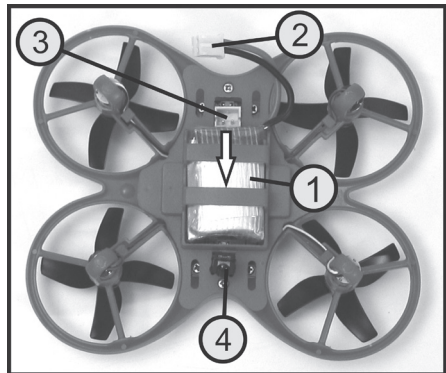

Figure 6
Branchez ensuite la fiche de l'accu de propulsion (voir également figure 6, pos. 2) sur la prise de raccordement de l'accumulateur du quadricoptère (voir également fig 6, pos. 3).
Les deux LED du quadricoptère clignotent rapidement. Placez immédiatement le quadricoptère devant l'émetteur sur une surface plane. Le récepteur IR du quadricoptère (voir figure 6, pos. 4) doit être orienté vers l'émetteur.